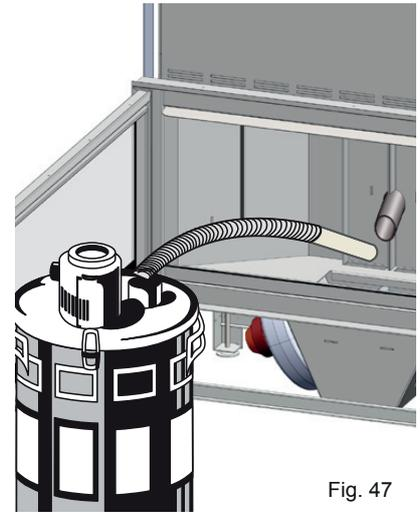

Fig. 47
- 3) FIG. 47 - Con l'aiuto di un aspiratore pulire accuratamente il vano scambiatore posto dietro ai pannelli in vermiculite e pulire tutta la camera di combustione dalle particelle di pellet e cenere accumulate.